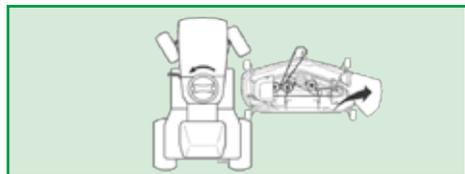

Figura 4
1. Posicione a plataforma de corte do lado direito do trator e gire o volante totalmente para a esquerda para facilitar a montagem, conforme Figura 4;